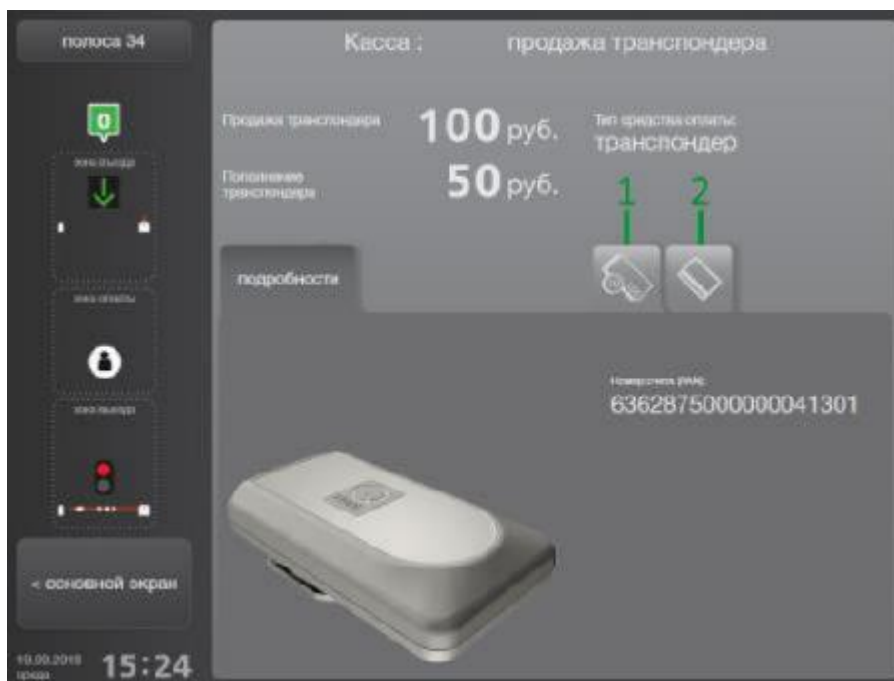

Рисунок 175. Сведения о транспондере
- 3) В случае успешного выполнения проверки штрих-кода отображается окно оплаты транспондера (рис. 175), в котором отображается PAN транспондера и его стоимость.
Шаг 4. В окне оплаты транспондера (рис. 175) переключиться на вкладку, соответствующую способу оплаты: наличными (рис. 175, поз. 1) или банковской картой (рис. 175, поз. 2).